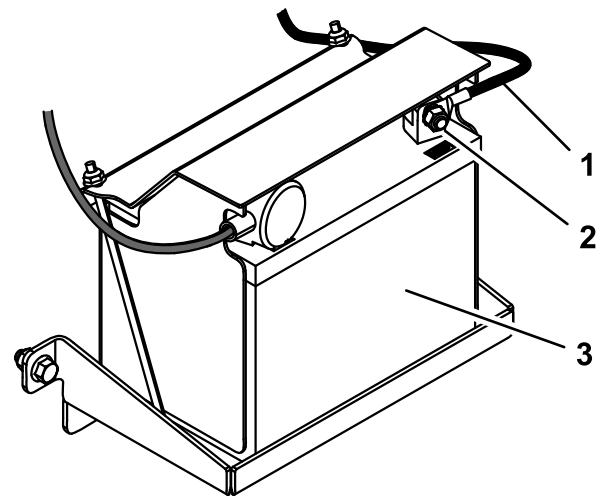

**Bild 4**
2. Befestigen Sie den Bowdenzug mit einem Kabelbinder am unteren Holm (**Bild 4**).
3. Schieben Sie die Klemmen auf das Rohr für die *Bedienungsanleitung* und befestigen es mit zwei Schlitzschrauben und zwei Sicherungsmuttern an der Oberseite des unteren Holms (Bild 4).